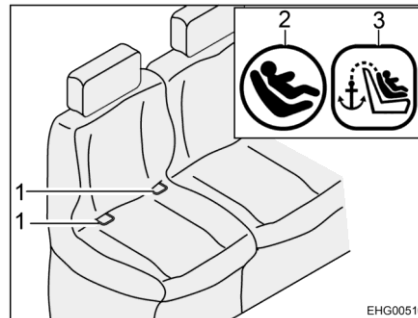
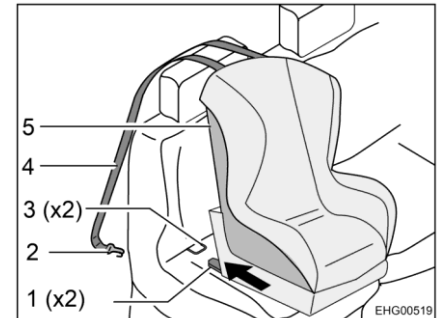

Bild 8 Sitz mit Isofix
Bild 9 Befestigung mit Top-Tether
- Rastarme (Bild 9,1) in Haltebügel (Bild 8,1 und Bild 9,3) einrasten lassen. Dabei muss ein deutliches Klickgeräusch zu hören sein.
- Mit einem kräftigen Ruck kontrollieren, ob der Kindersitz (Bild 9,5) fest sitzt.
- Top-Tether-Gurt (Bild 9,4) über die Kopfstütze des Fahrzeugsitzes führen.
- Befestigungshaken (Bild 9,2) am Ankerpunkt auf der Rückseite des Fahrzeugsitzes einhaken.